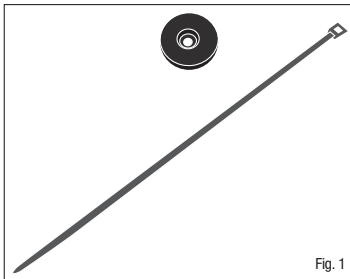

Fig. 1
2. Seleccione una etiqueta T.O.P. y un sujetador (ver Fig. 1).
2. Seleccione um Tag T.O.P e uma Braçadeira (ver Fig. 1).